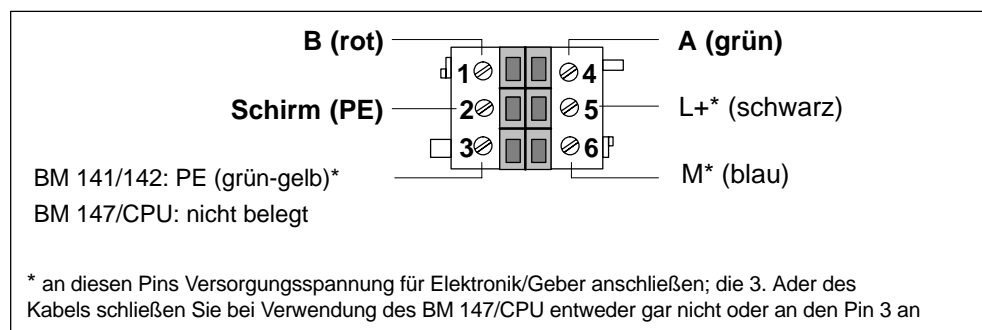

Bild 4-10 Pin-Belegung des Steckers für Verdrahtung von PROFIBUS-DP und Versorgungsspannung für Elektronik/Geber
- 2adriges Kabel, geschirmt für PROFIBUS-DP-Anschluss (Schirmgeflecht müssen Sie verdrillen, in eine Aderendhülse stecken und an den Schirm, Pin 2, anschließen; siehe Bild 4-10)
Wenn Sie den PROFIBUS-DP und/oder die Versorgungsspannung für Elektronik/Geber zum nächsten ET 200X weiterschleifen wollen, dann verdrahten Sie den zweiten Anschlussstecker. Diesen Anschlussstecker verdrahten Sie genauso wie den Anschlussstecker für die Zuführung zum ersten ET 200X (siehe Bild 4-10).